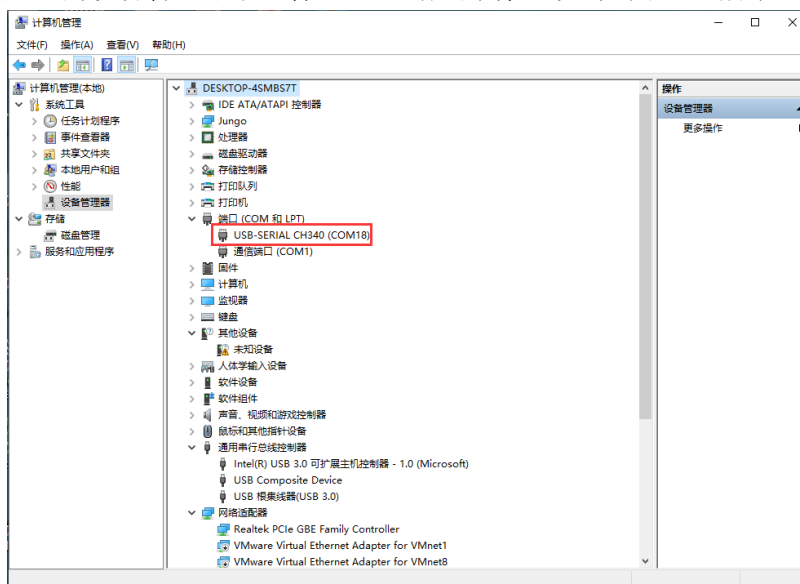

图 17-6 UART 端口号查询界面
(4) 在电脑 BB 的设备管理器中查看 UART 对应的端口号，如图 17-6 所示。